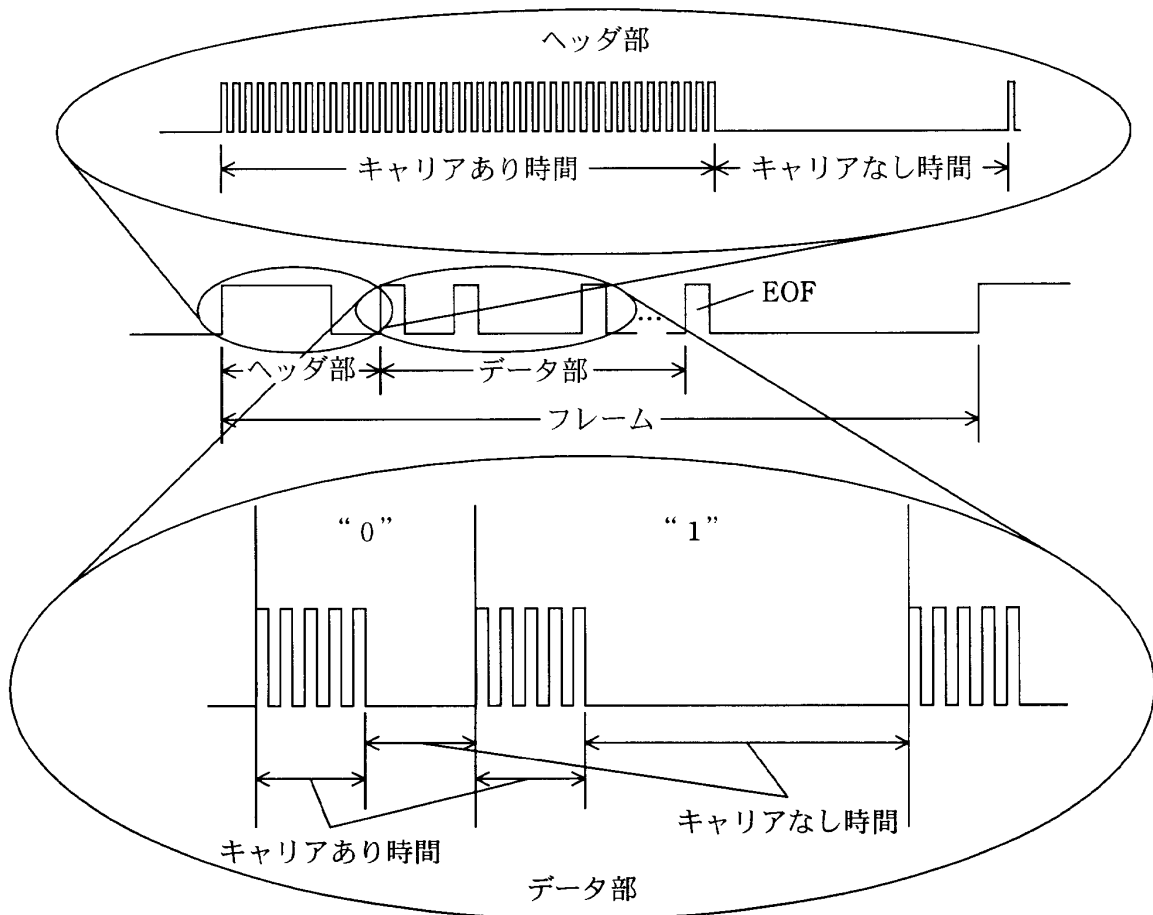

図3 赤外線リモコン信号の例
- (1) 赤外線学習リモコン機能で使用するキャリア時間測定のために、IrDA のボーレート生成で使用しているカウンタを兼用することにした。このように兼用できた理由は何か。50 字以内で述べよ。
- (2) 携帯情報端末は、表や図 3 に示す赤外線リモコン信号を送信する。赤外線を発光するときには連続して発光するのではなく、表に示すキャリア周波数及びデューティレシオで赤外線をオン／オフしている。学習するときには、受信した赤外線リモコン信号のキャリアあり／なしの時間をカウンタで測定する。受信した赤外線リモコン信号をどのような情報の組合せで記憶させればよいか。30 字以内で述べよ。